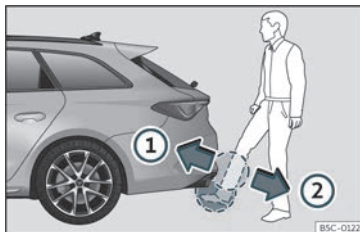

Fig. 88 Portón do maleteiro con apertura controlada por sensor (Easy Open).
- Cun movemento rápido, acerque un pé e a parte inferior da perna o máis próximo posible ao parachoques. A parte inferior da perna ten que achegarse á área do sensor superior, e o pé, á área do sensor inferior » fig. 88 ①.
- Retire rapidamente o pé e a parte inferior da perna das áreas dos sensores » fig. 88 ②. O portón traseiro ábrese automaticamente.